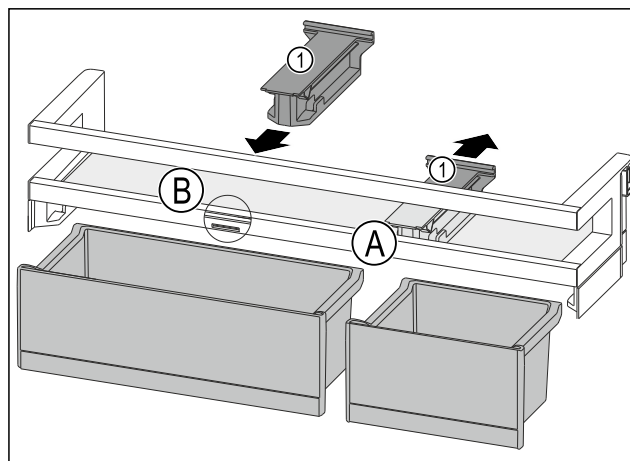

Fig. 189
- ▶ Držák Fig. 189 (1) v poloze Fig. 189 (A) stáhněte dozadu.
- ▶ Držák Fig. 189 (1) vložte v poloze Fig. 189 (B).